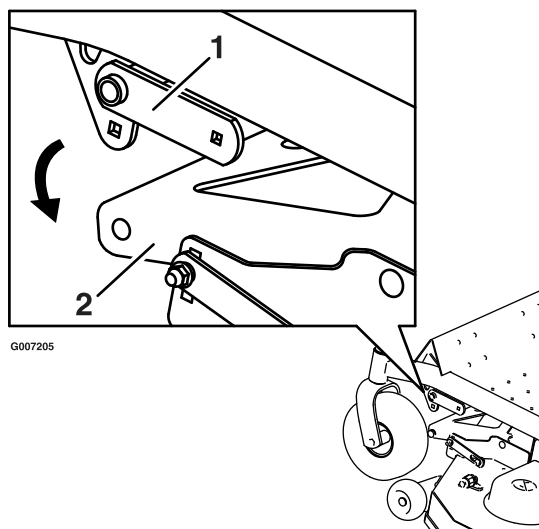
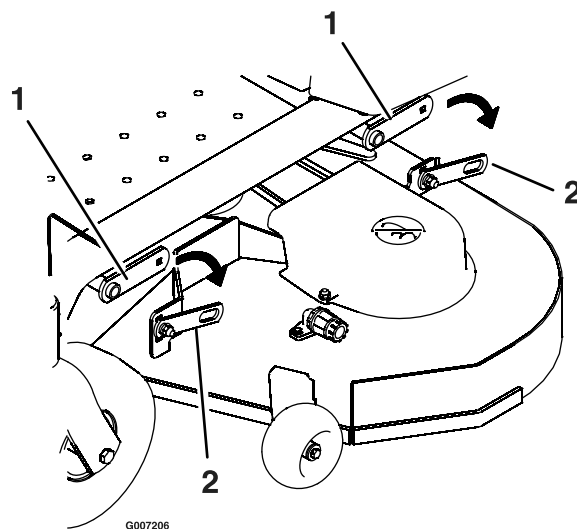

Figura 53
Figura 54
4. Retire los herrajes de la barra de soporte y del brazo de elevación de la plataforma en ambos lados de la plataforma (Figura 53).
5. Retire la tuerca, el perno y el casquillo de pivote del tirante de la plataforma (Figura 53). Baje cuidadosamente la parte delantera de la plataforma del cortacésped al suelo (Figura 54).
5. Utilice los herrajes existentes para acoplar el tirante trasero de la plataforma del cortacésped al brazo de elevación de la plataforma (Figura 54).
6. Acople los herrajes de la barra de soporte y del brazo de elevación de la plataforma en ambos lados de la plataforma (Figura 53).